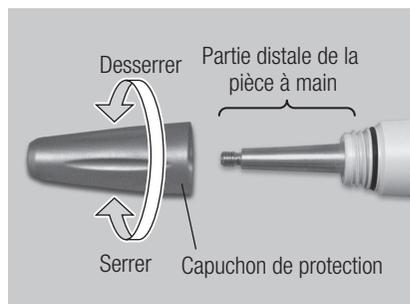

Fig.26
- 2) Éliminez tout élément contaminant situé dans la partie distale de la pièce à main avec une brosse douce (n'utilisez pas de brosse métallique). Essuyez avec un tissu imbibé d'alcool. (Fig. 26)